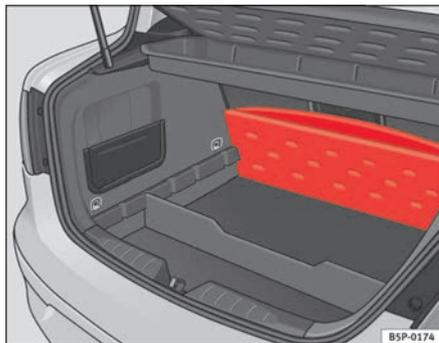

Abb. 105 Klappe am Gepäckraumboden
- Den Gepäckraumboden anheben und vollständig nach hinten klappen ⇒ Abb. 105.